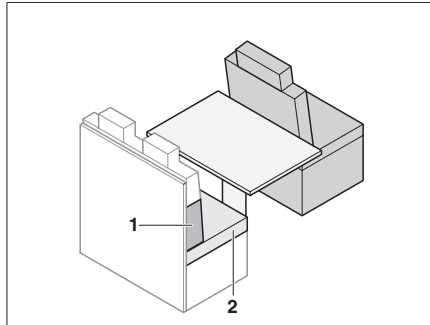

Fig. 192 Avant la transformation
- Retirer le coussin d'assise (Fig. 192,2).
- Placer le coussin de dossier (Fig. 192,1) entre le coussin d'assise et la paroi arrière. Observer la forme deltoïde.